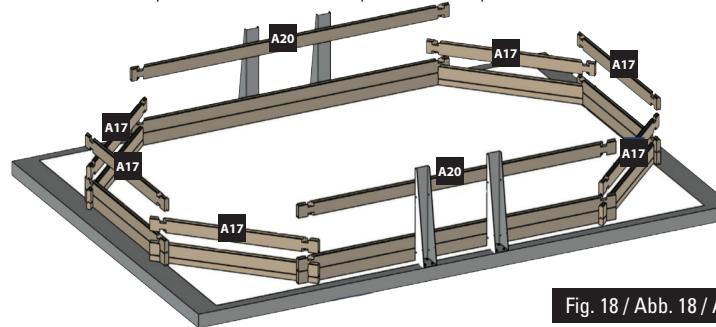

Fig. 18 / Abb. 18 / Afb. 18
3rd LAYER OF BOARDS: Install the third layer of boards as shown in figure 18. The position of the refilling fitting with the key and the skimmer should be defined at the start of the assembly (read the specific paragraphs).
3ÈME RANGÉE MADRIERS : Positionnez les madriers de la 3ème rangée conformément à la figure 18. Vous devez avoir déterminé l'emplacement de la buse de refoulement et du skimmer dès le début du montage (voir paragraphes spécifiques).
3. BRETTERREIHE: Platzieren Sie die Bretter der dritten Reihe laut Abb. 18. Zu Beginn der Montage müssen Sie die Lage des Druckventils und des Skimmers festlegen (lesen Sie hierzu die entsprechenden Abschnitte).
3ª RIJ PLANKEN: Plaats de planken van de derde rij zoals te zien is op afbeelding 18. U moet al bij aanvang van de montage bepalen op welke plaats het uitstroommondstuk en de skimmer moet komen (lees de betreffende paragrafen).